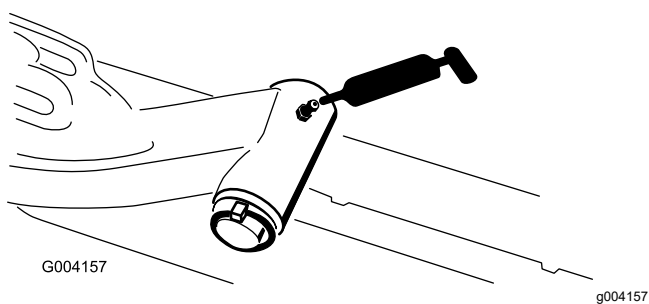

Bild 110
- Hubarmgelenkwelle (1) (Bild 110)